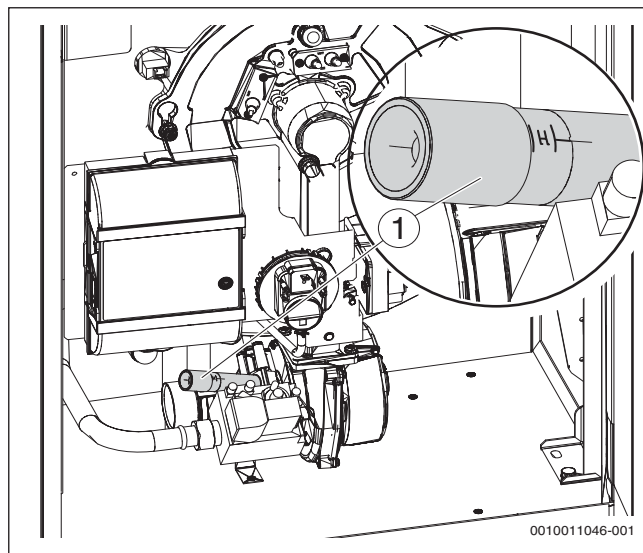

Bild 19 Gasarmatur, L/H Gasadapter
- L/H Gasadapter (→Bild 19 [1]) auf die vorhandene Gasart einstellen.